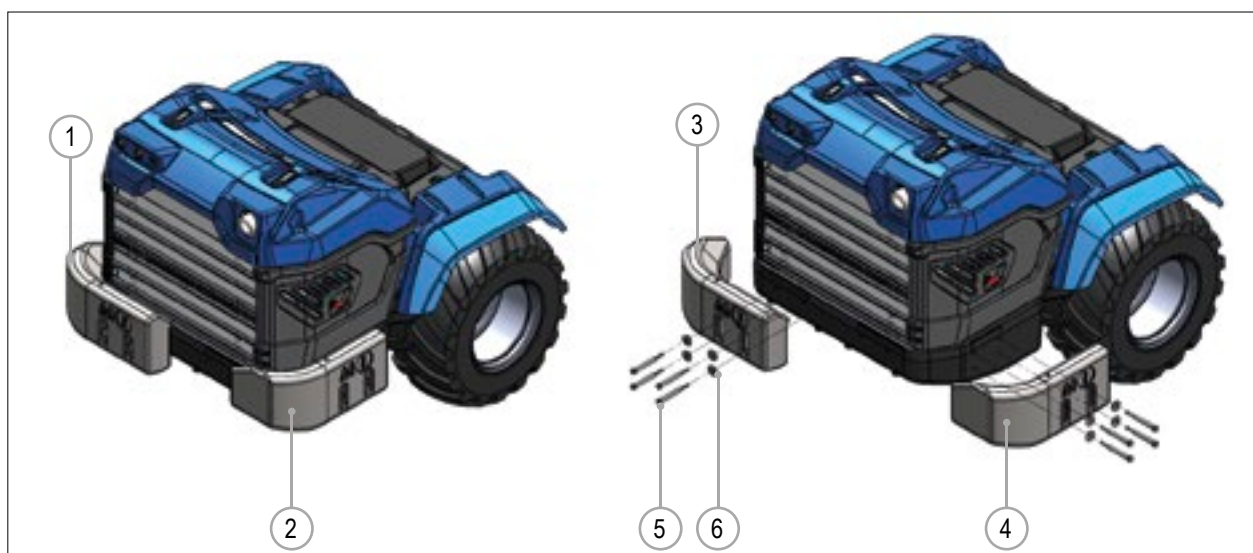

FIG. 52
Sæt med kontravægte fjører ca. 184 kg vægt til maskinens bagende, og øger maskinens samlede arbejdskapacitet og stabilitet. Kontravægtene monteres bag på maskinen (FIG. 52 - Ref. 1) eller på siden (FIG. 52 - Ref. 2).
- 2) Vha. en løfteanordning, placeres en af kontravægtene (FIG. 52 - Ref. 3) på maskinens bageste kofanger.
- 3) Fastgør kontravægten til kofangeren ved hjælp af bolte og skiver (FIG. 52 - Ref. 5 og Ref. 6).
- 4) Gentag proceduren for den anden halvdel af kontravægtene (FIG. 52 - Ref. 4).